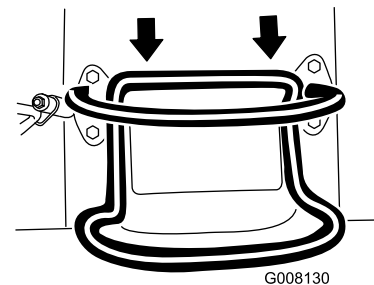

Figure 7
- Pour vous déplacer en marche arrière, tirez la commande de déplacement en arrière (Figure 7).